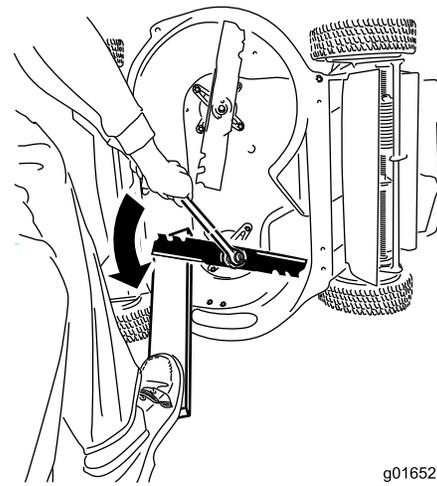

Figure 32
1. Servez-vous d'une cale en bois pour immobiliser chaque lame et dévissez le boulon de lame, comme montré à la Figure 32.